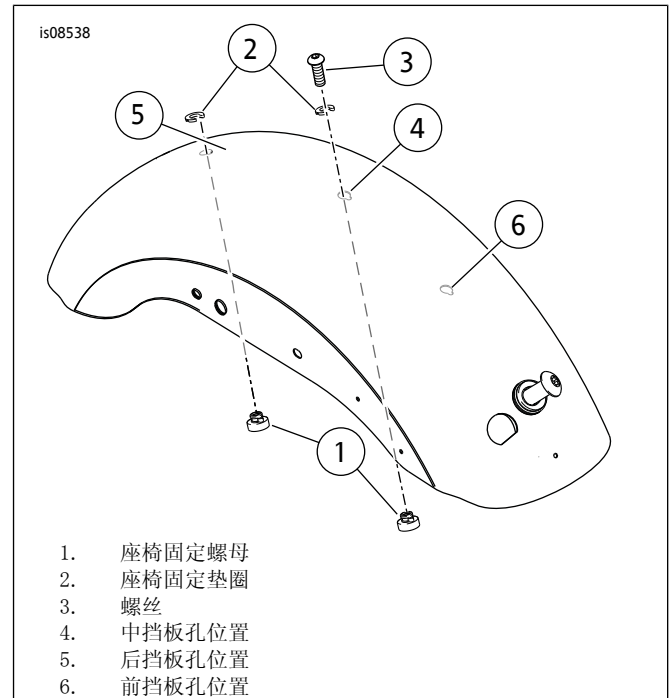
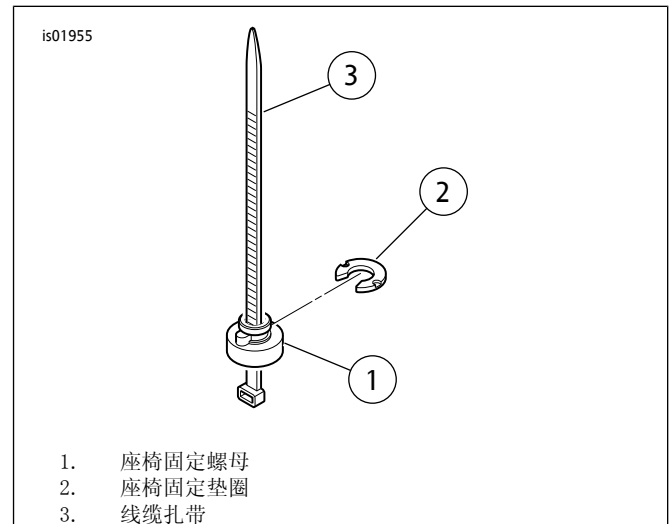
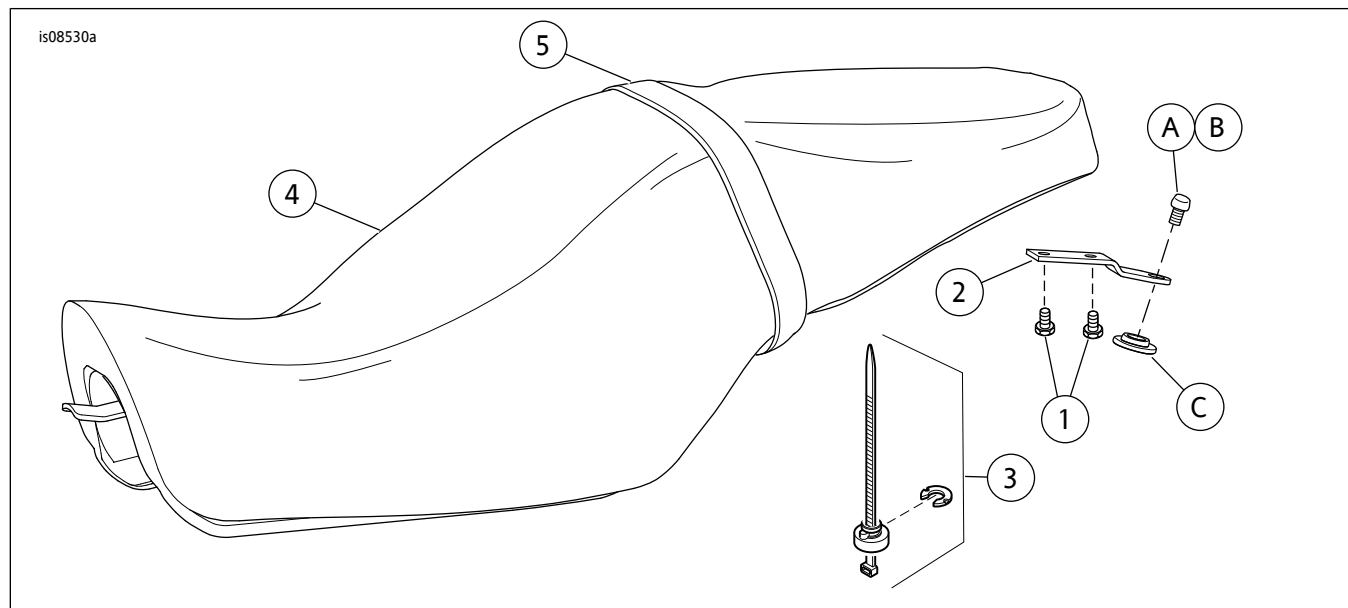

图1。座椅固定螺母和垫圈位置
图2。座椅固定螺母、垫圈和工具
图4。维修零件：XL座椅
参见图4和表1。
- a. 对于XL883N、XL1200V和XL1200X车型：参见图1以及图4。从后部孔位置（5）拆下螺丝（3）。保留螺丝待用。在座椅安装蝶片下方使用导向垫圈（零件编号7487）安装座椅。在后部螺丝孔使用原有螺丝（零件编号3085）安装座椅。拧紧至 2.3-4.5 N·m (20-40 in-lbs)。
- b. 也可能需要安装架（零件编号5176-97A）对于XL883L车型：参见图1。将座椅固定套件安装至后挡板位置（5）。参见图2。可使用线缆扎带（3）做为安装工具。将固定螺母（1）置于线缆扎带上。放置时使螺母宽端紧靠线缆扎带孔眼。在挡板下方将线缆扎带向上穿过挡板孔。向上拉动线缆扎带，将螺母在挡板下侧固定到位。使用OE座椅螺丝安装座椅。拧紧至 2.3-4.5 N·m (20-40 in-lbs)。
- a. 参见图1。如果固定螺母安装于中间孔（4）：使用OE座椅螺丝安装座椅。拧紧至 2.3-4.5 N·m (20-40 in-lbs)。
- b. 参见图1。将座椅固定套件安装至挡板中间位置（4）。参见图2。可使用线缆扎带（3）做为安装工具。将固定螺母（1）置于线缆扎带上。放置时使螺母宽端紧靠线缆扎带孔眼。在挡板下方将线缆扎带向上穿过挡板孔。向上拉动线缆扎带，将螺母在挡板下侧固定到位。使用OE座椅螺丝安装座椅。拧紧至 2.3-4.5 N·m (20-40 in-lbs)。
4. 参见图4。安装座椅安装螺丝（A）。拧紧至 2.3-4.5 N·m (20-40 in-lbs)